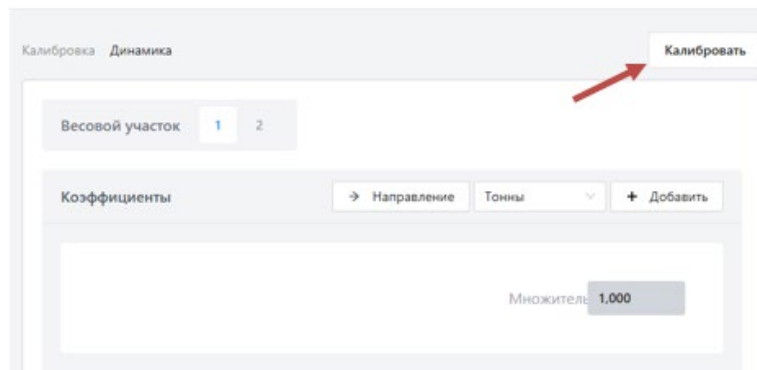

Рисунок 30 – Окно калибровки в динамике
2. В открывшемся окне нажмите кнопку «Калибровать» в правом верхнем углу (Рисунок 30).